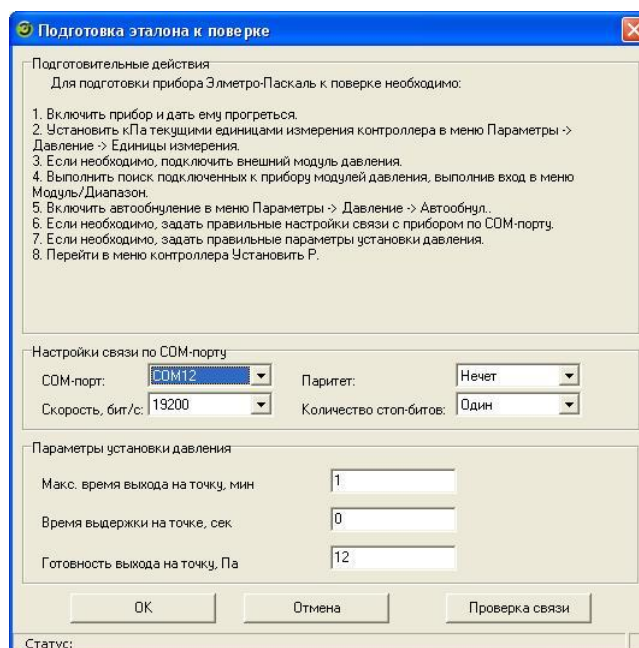

Рисунок 3.5.7 – Диалог подготовки эталона к поверке
- «Подготовить эталон». Кнопка предназначена для подготовки выбранного эталона к процессу поверки. При нажатии на неё выводится диалог подготовки эталона к поверке (рисунок 3.5.7).